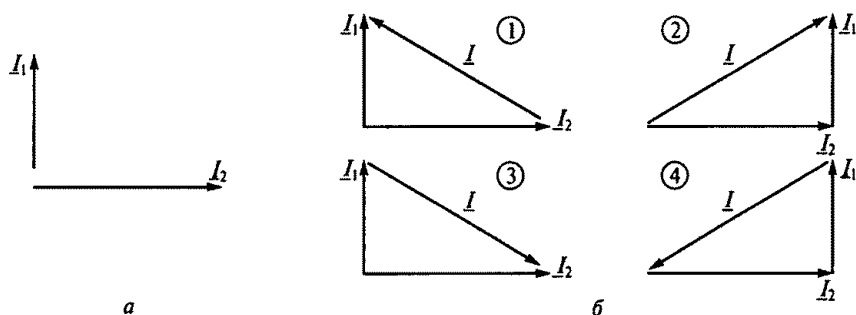

Рис. 82
3.20. Какая из четырех векторных диаграмм на рис. 82, б правильно определяет сумму I векторов I_1 и I_2 , показанных на рис. 82, а?